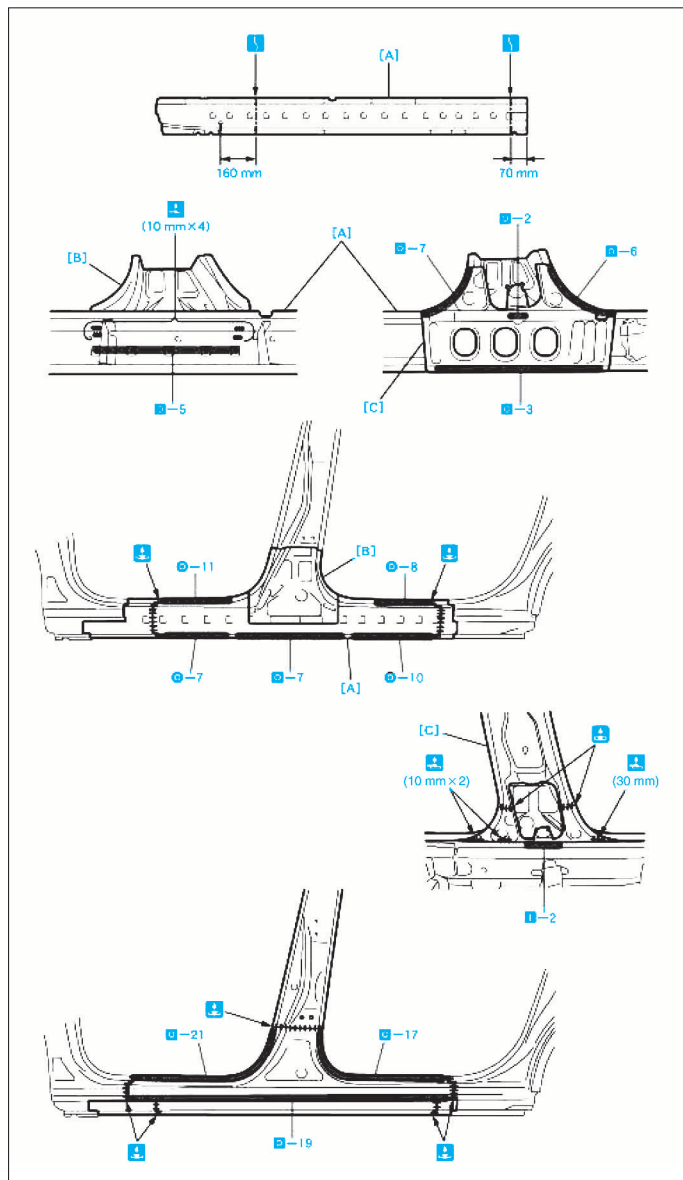

FIG. 24
- Après la soudure (Fig.24), appliquer de la mousse en polyuréthane sur les pièces correspondantes.